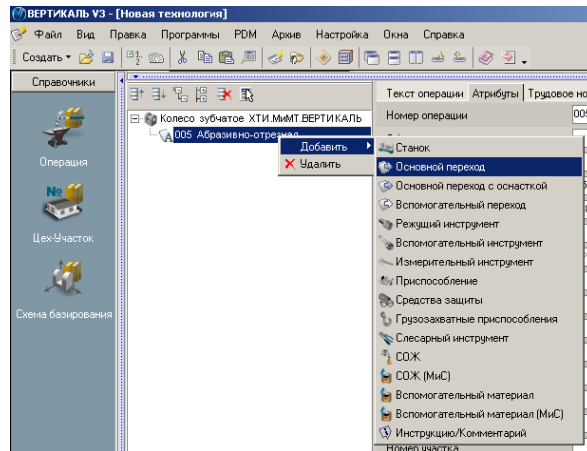

Рис.3
2. Установите курсор на названии операции *005 Абразивно-отрезная*. Нажмите правую кнопку мыши и выберите в открывшемся контекстном меню **Добавить – Основной переход** (рис. 3).